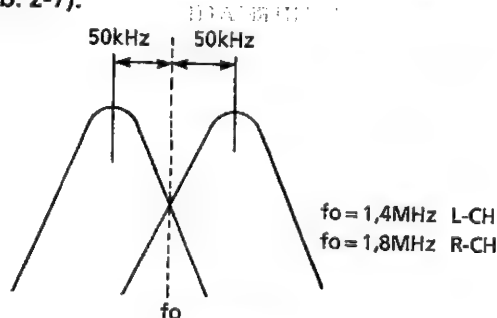

Abbildung 2-7.
2. TP6306 [TP6305] (HiFi-Einheit) und TP6307 (Masse) signale mit dem Spektrum-Analysator auswerten. R6354 [R6362] so einstellen, daß der Spektrum-Analysator 50 ± 5 kHz anzeigt (siehe Abb. 2-7).